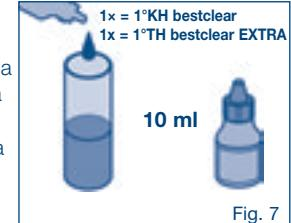

Fig. 7
1. Puede consultar la dureza de en su empresa de suministro de agua o a través de un rápido test (Test de la gota, Fig. 7). En función de la dureza de carbonatos y del uso, puede elegir el ajuste del bypass y deducir la capacidad de filtración típica de la tabla 1 del capítulo 10.